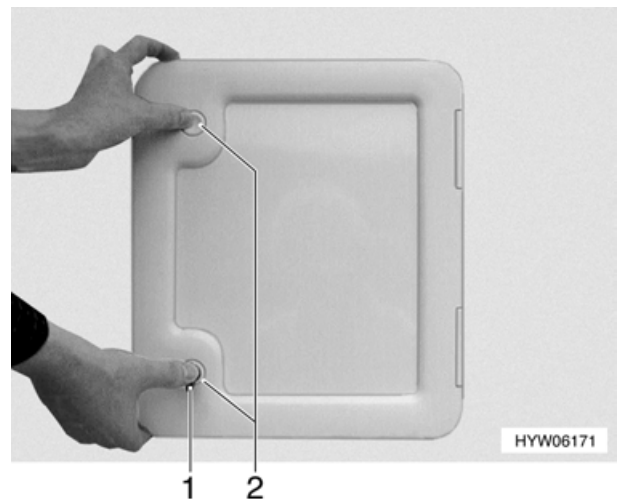

Bild 104 Öffnen der Thetford-Klappe
Die Klappe für die Thetford-Kassette (Bild 104) befindet sich außen am Caravan:
- Drehschloss (Bild 104,1) mit Schlüssel öffnen.
- Beide Druckschlösser (Bild 104,2) gleichzeitig drücken und Thetford-Klappe öffnen.